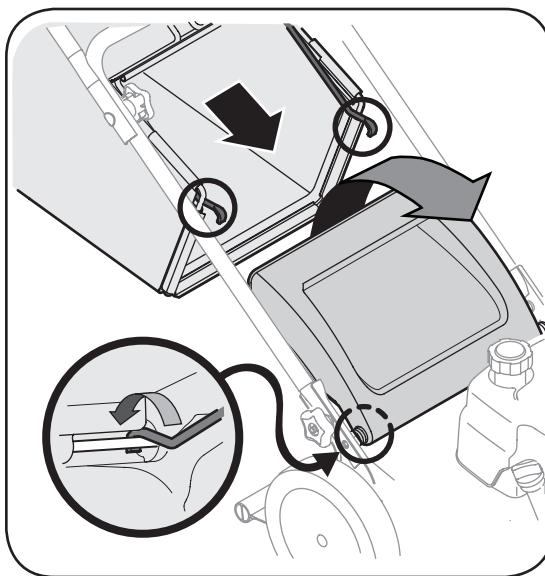

Figura 3-6: Eleve la puerta de descarga y coloque el colector de césped sobre la varilla.
7. Para acoplar el colector de césped, Figura 3-6.